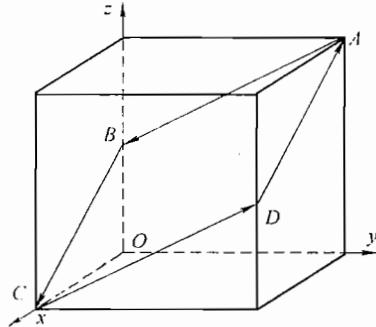

图 27-1 第二题第 1 小题图
1. 写出图 27-1 所示立方晶胞中 $ABCDA$ 面的晶面指数，以及 AB 、 BC 、 CD 、 DA 各晶向的晶向指数。